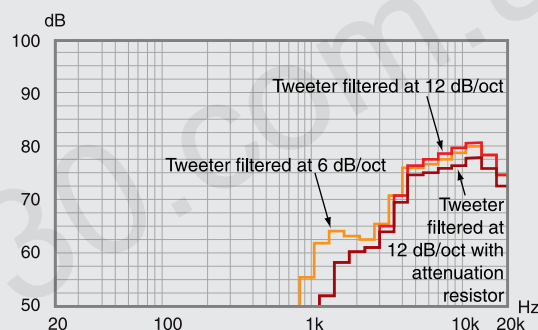

Fig. 15
**Fig. 15:** risposta in frequenza del tweeter filtrato con differente pendenza alla medesima frequenza; con filtro a 6 dB/Oct si nota una gobba evidente intorno alla frequenza di risonanza, a cavallo dei 1500Hz, che viene invece modellata con maggior precisione aumentando la pendenza a 12 dB/Oct. Nel filtro definitivo è poi presente una resistenza di attenuazione che adatta il livello di emissione a quello del woofer (linea rossa).